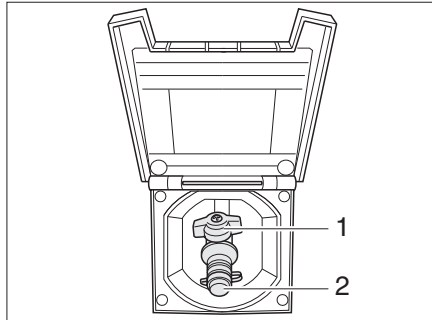

Bild 177 Externer Gasanschluss, Gasabsperrventil geschlossen
Der externe Gasanschluss (Bild 177) befindet sich je nach Modell am Heck oder auf der linken bzw. rechten Fahrzeugseite.
- Externes Gasgerät an der Anschluss-Stelle (Bild 177,2) anschließen.
- Das Gasabsperrventil (Bild 177,1) öffnen.